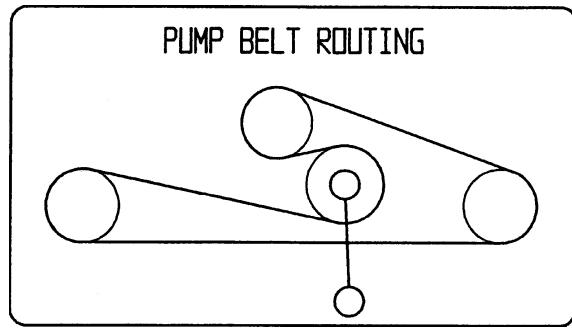

Figure 61
1. Abaissez la poulie de tension rappelée par ressort et enlevez la courroie des poulies du moteur et de la pompe hydraulique (Figure 61). Retirez la courroie entre les poulies.
2. Montez la courroie neuve sur les poulies du moteur et des pompes hydrauliques (Figure 61).
3. Abaissez la poulie de tension rappelée par ressort et alignez-la sous la courroie de transmission, puis relâchez-la (Figure 61).